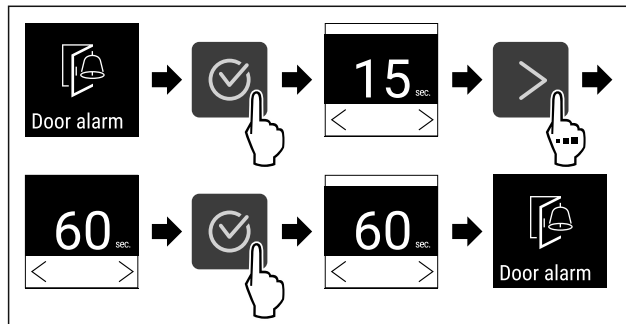

Fig. 117
- Proveďte akční kroky (viz Fig. 117) .